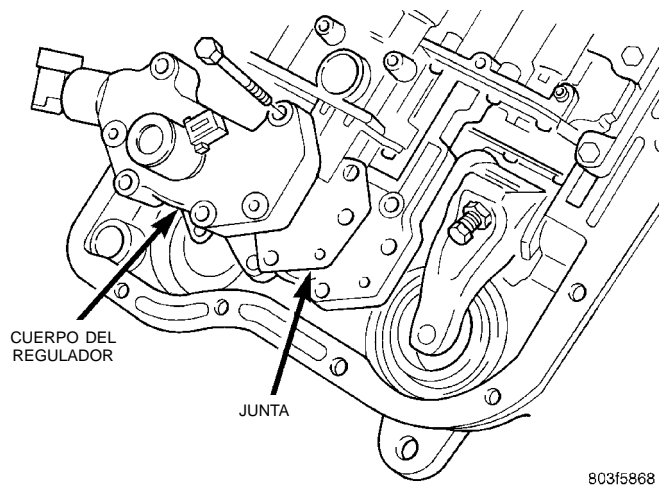
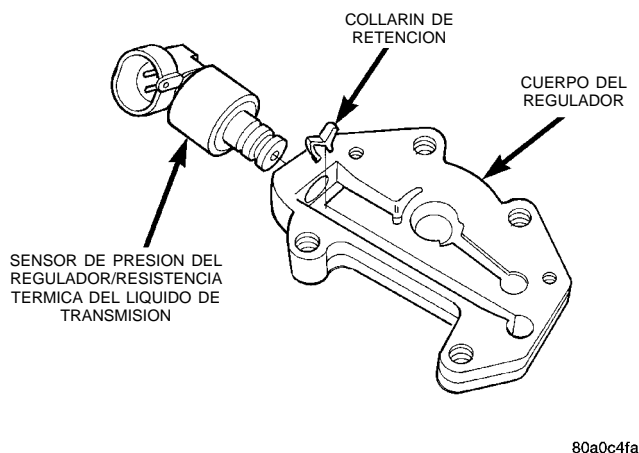

Fig. 45 Cuerpo del regulador y junta
Fig. 46 Sensor de presión del regulador
- (4) Retire la placa fiadora, el cuerpo del regulador y la junta de la placa de transferencia (Fig. 45).
- (5) Desconecte los cables del sensor de presión del regulador, si no lo hizo anteriormente.
- (6) Retire el sensor de presión del regulador del cuerpo del regulador. El sensor está sujeto al cuerpo mediante una abrazadera de muelle con forma de M (Fig. 46). Retire la abrazadera con una herramienta pequeña con punta y extraiga el sensor del cuerpo.